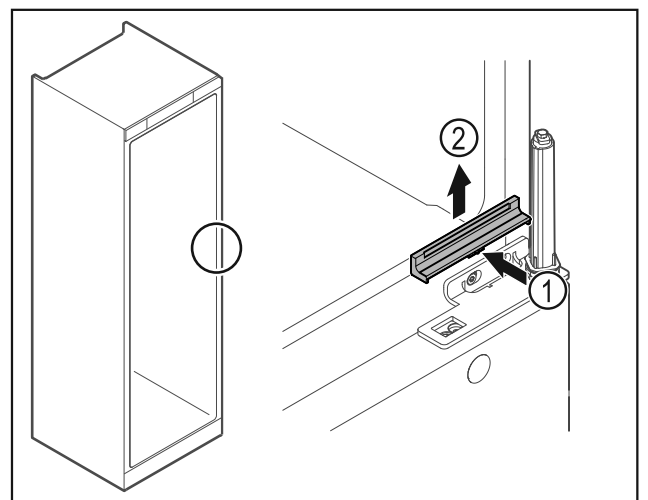

Fig. 31
- ▶ Presionar ligeramente la cubierta Fig. 31 (1) por el centro y retirarla hacia arriba Fig. 31 (2).